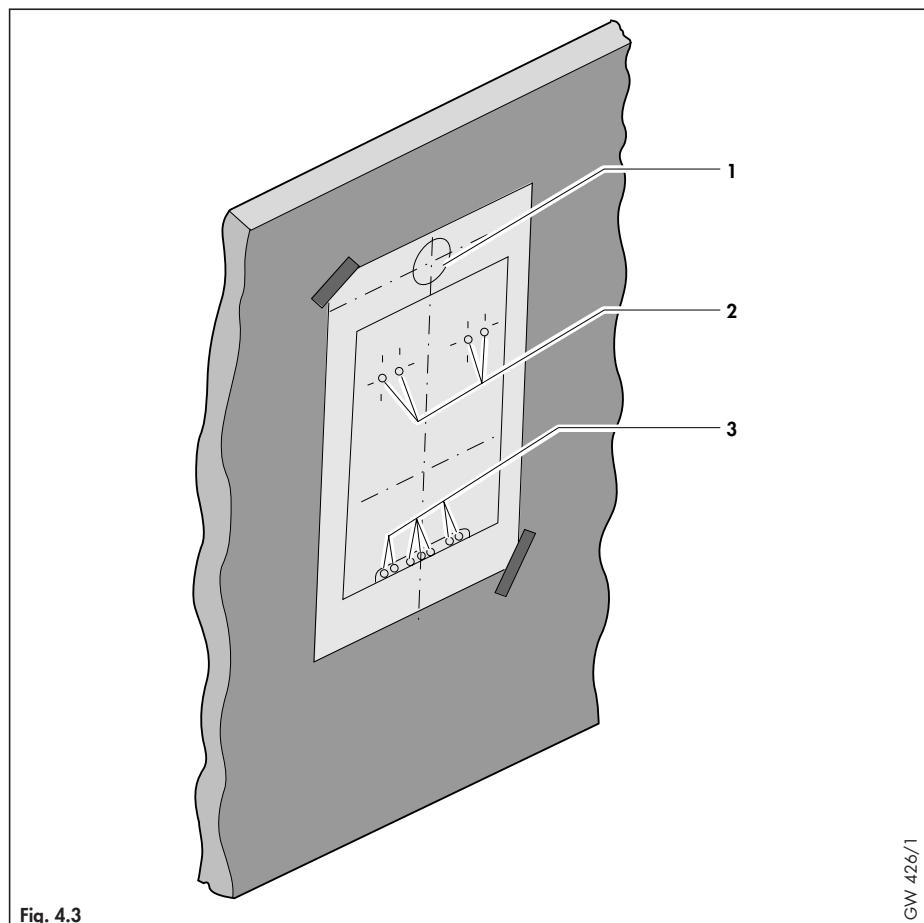

Fig. 4.3
4.3.2 Utiliser le cadre de montage (fig. 4.3)
- Après avoir déterminé un lieu d'installation approprié, fixer le gabarit en papier sur le mur; aligner verticalment l'axe médian du gabarit à l'aide d'un niveau ou d'un fil à plomb. Les positions des trous de fixation pour le support de l'appareil (2) et pour la plaque de raccordement en option (3) sont indiquées sur le gabarit. Celui-ci montre également l'ouverture nécessaire pour la sortie du gaz de combustion lorsque la ventouse est raccordée directement derrière l'appareil – par exemple lorsque l'appareil est monté sur un mur extérieur et que la conduite débouche directement derrière celui-ci.